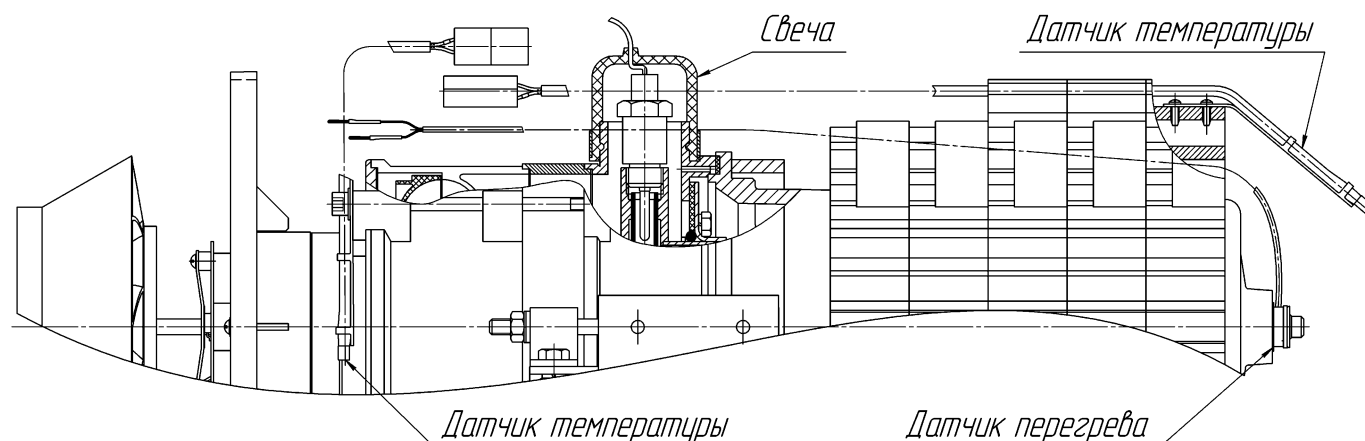

Рис.8 – Датчики.
2) Проверить работоспособность НВ. Для этого при помощи скрепки или тонкой проволоки кратковременно замкнуть контакт синего провода (белая колодка, ШИМ) на черный провод (рис.8б). При этом к отопителю должно быть подведено питание, но он не должен быть включен. Если вентилятор начал вращаться - НВ исправен.
4) Проверьте исправность канала оборотов. Для этого замкните контакт синего провода на черный (рис.8а) и на зеленом проводе цифровым тестером замерьте частоту импульсов. Пока НВ набирает обороты – частота импульсов должна возрастать. Разомкните контакт. НВ начнет сбавлять обороты, и частота импульсов начнет снижаться. Если какое-нибудь из этих условий не выполняется, то НВ – неисправен.